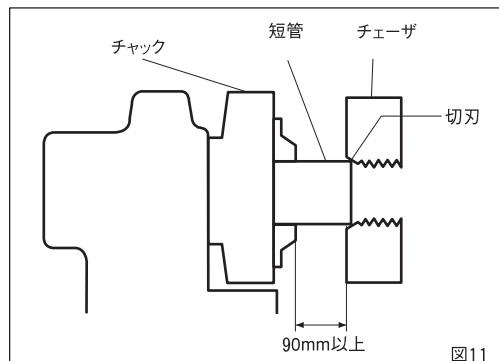

図11
- ① スクロールおよびチャックをパイプ径より大きく開き、パイプをスクロール側から差し込んでください。(短管の場合はチャック側から差し込みます。)
- ② スクロールを締めながら、右手でパイプを支え左手でチャックを軽く締めてパイプにチップをよく合わせてから強くパイプを締め付けます。
- ③ パイプの取外しは、反動をつけて締め付けホルを逆方向に回せばチャックが緩みます。次にスクロールを緩めてパイプを取外してください。
■短管ねじ切りのパイプのつかみ方 (図11)